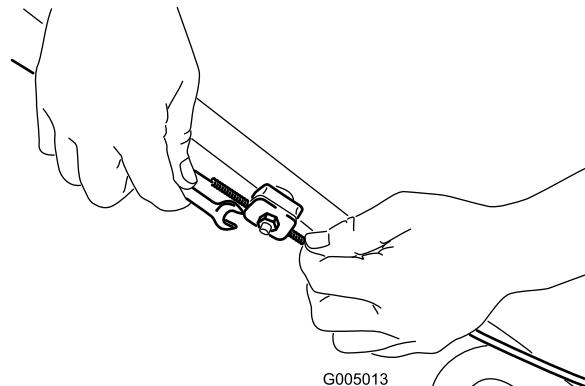

Рисунок 36
- Снимите задний отражатель и рычаг фиксации рукоятки в сборе (рис. 36).
1. Ослабьте гайку держателя троса (Рисунок 36).